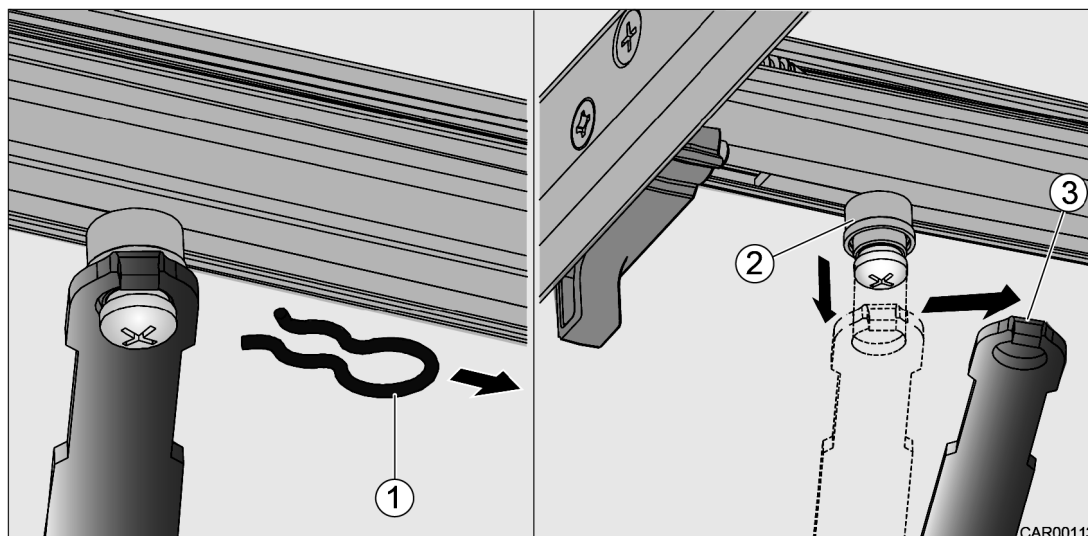

Fig. 12 Déverrouillage de secours du marche-pied
1. Retirer les deux goupilles fendues à ressort (Fig. 12,1) à la face inférieure du marche-pied.
2. Débloquer les deux barres d'entraînement (Fig. 12,3) des pivots de fixation (Fig. 12,2).